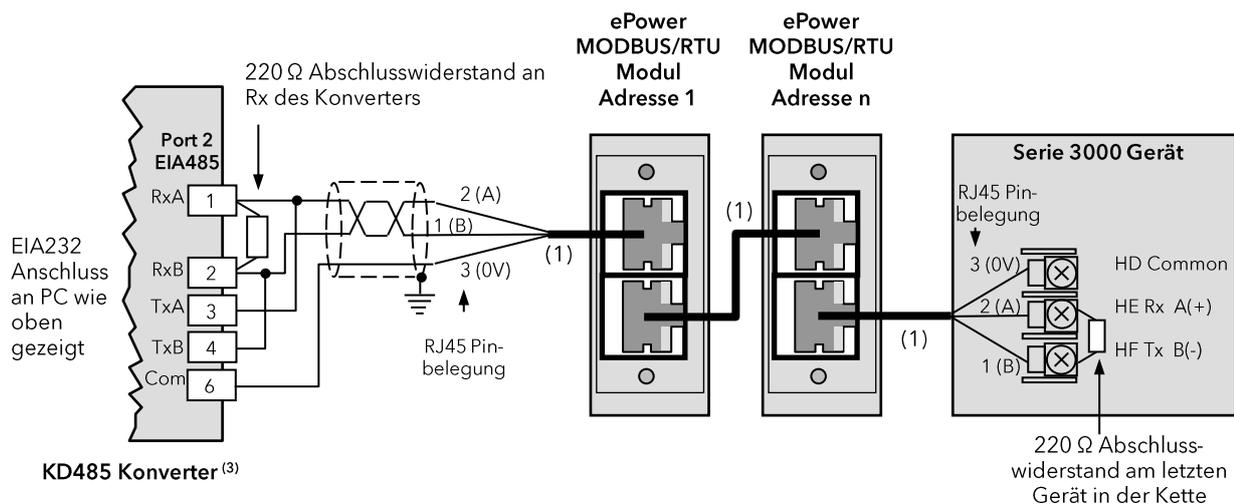

Abbildung 3-13: EIA485 3-Leiter (EPower Steller und Einheiten der Serie 3000)
**Beispiel 2:** Es ist ebenso wahrscheinlich, dass andere Geräte, wie Regler der Serie 3500, im Netzwerk benötigt werden. Im Diagramm unten sehen Sie ein Beispiel, wie ein Gerät der Serie 3000 an das obige Netzwerk angeschlossen wurde. Sie können an jedem beliebigen Punkt des Netzwerks ein Gerät anschließen, achten Sie jedoch auf korrekte Verkettung und Leitungsabschlüsse (Abbildung 3-13).